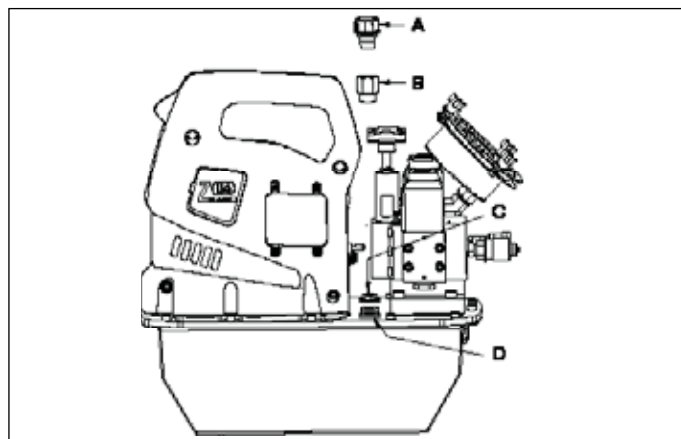
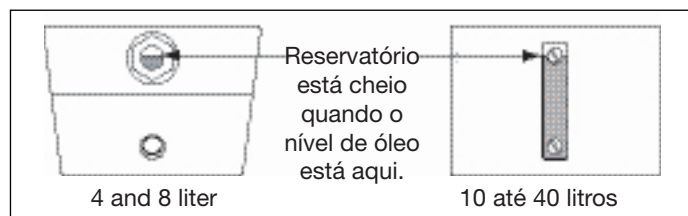

Figura 2, ZU4 - Instalação do Respiro
Figura 4, Visor de Vidro
4.1 Tampa de Respiro do Reservatório (ver Figura 2)
Verifique o nível de óleo da bomba antes de acionar a bomba, se necessário adicione óleo, removendo o bujão SAE #10 da tampa do reservatório (ver Figura 2). O reservatório está cheio quando o nível de óleo está conforme mostrado na Figura 4.
6. Encha o reservatório com óleo hidráulico Enerpac limpo. O reservatório está cheio quando o nível de óleo está conforme mostrado na Figura 4.